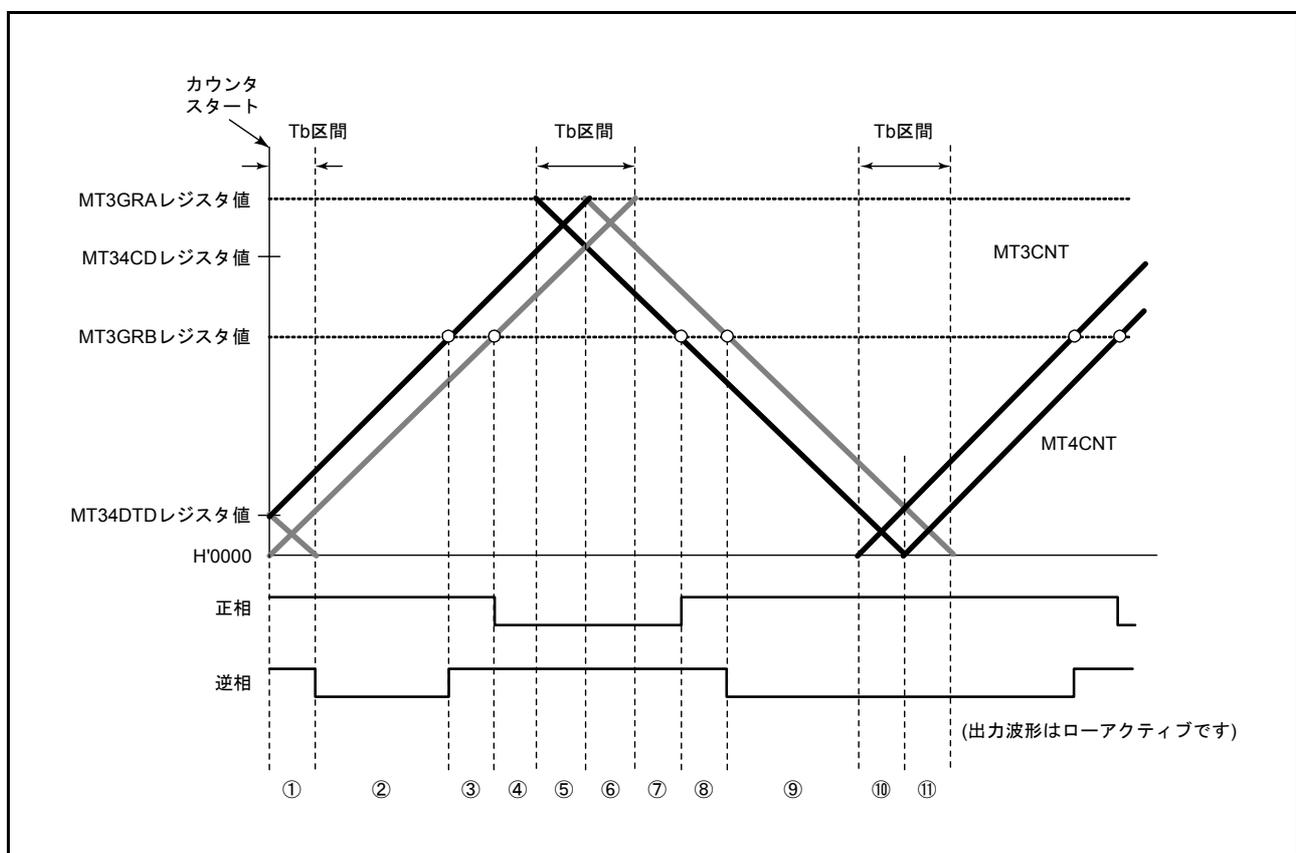
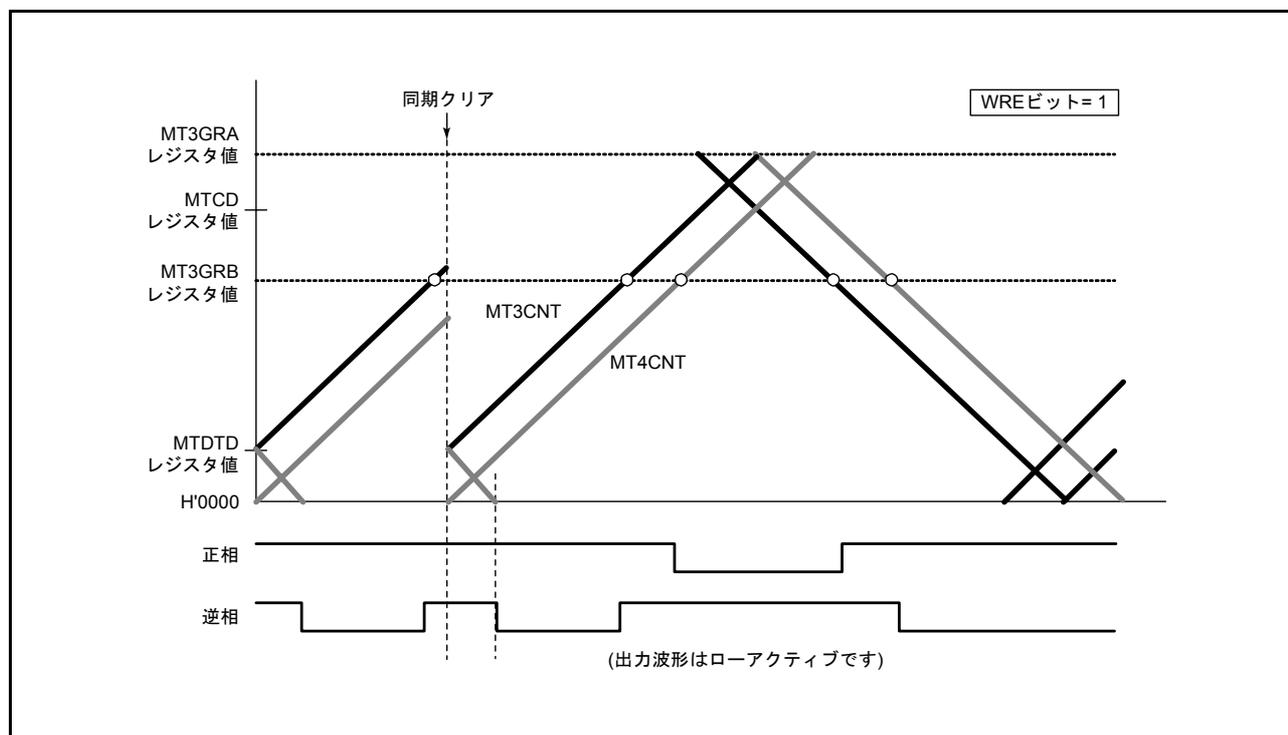
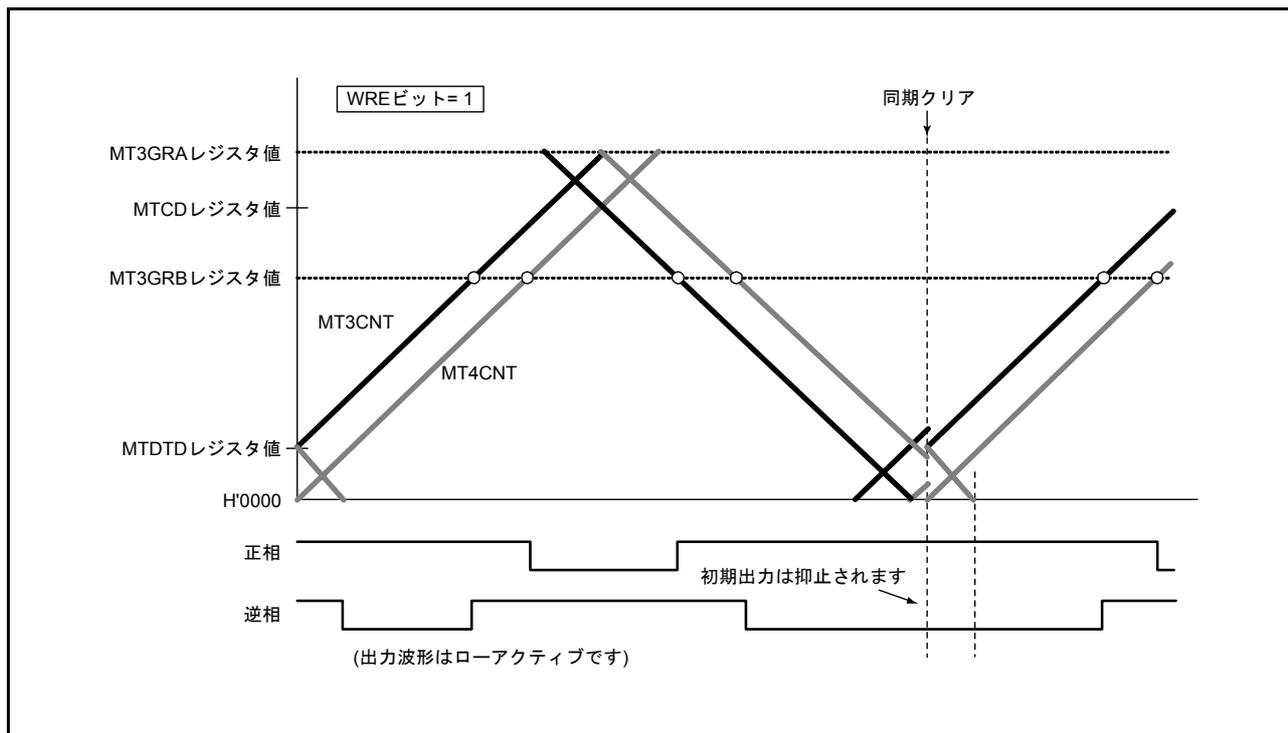
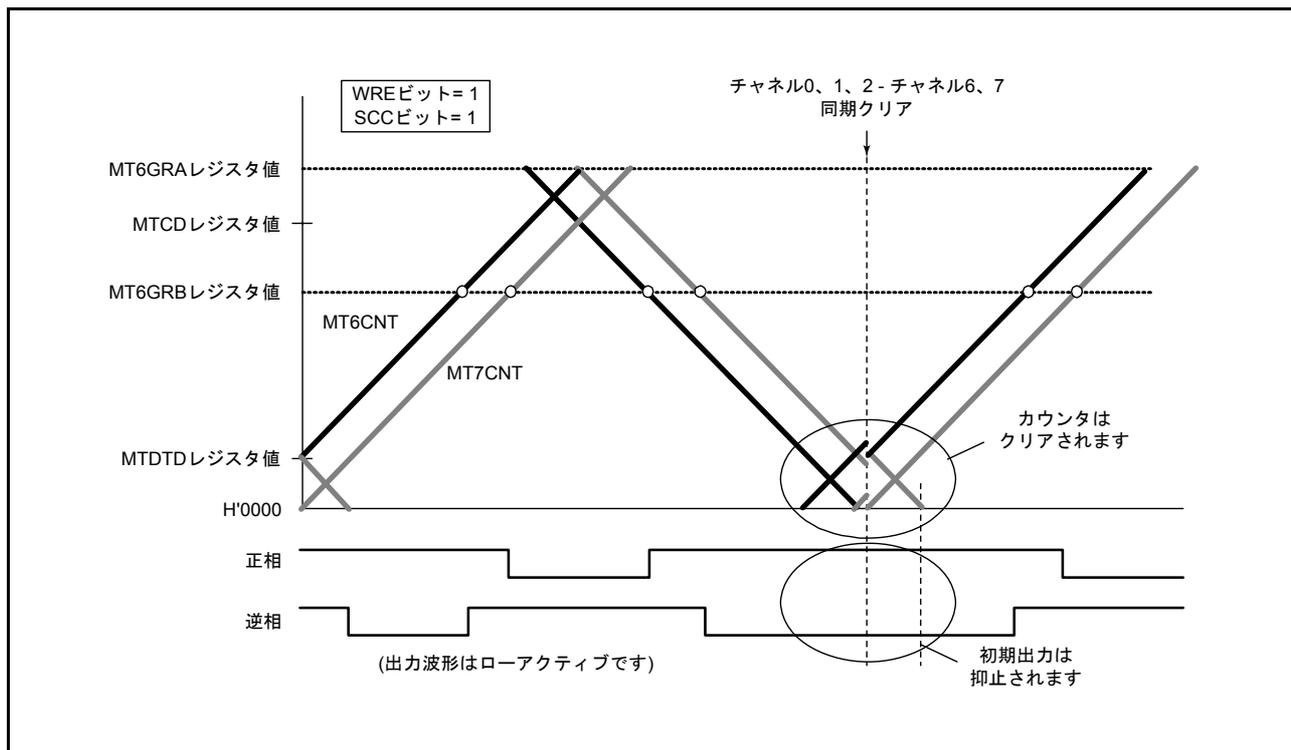

図 16.57 同期カウンタクリアタイミング (チャンネル 3、4)
図 16.59 アップカウント中のデッドタイム時に同期クリアが発生した場合
図 16.62 谷の Tb 区間で同期クリアが発生した場合
図 16.68 谷の Tb 区間で同期クリアが発生した場合
WRE ビットを“1”に設定することで初期出力を抑止することができるのは、同期クリアが図 16.57 の⑩、⑪のような谷の Tb 区間に入って来たときのみです。それ以外のタイミングで同期クリアが起こった場合は、MTOCR0 レジスタの OLS ビットで設定した初期値が出力されます。また、谷の Tb 区間であっても、図 16.57 の①で示すカウンタスタート直後の初期出力期間で同期クリアが起こった場合には、初期出力の抑止は行いません。
図 16.59～図 16.62 に、MT34WCR レジスタの WRE ビットを“1”に設定した状態でチャンネル 3、4 を相補 PWM 動作させ、同期カウンタクリアをした場合の動作例を示します。ここで、図 16.59～図 16.62 の同期カウンタクリアのタイミングは、それぞれ図 16.57 の③、⑥、⑧、⑪で示したタイミングです。
(図 16.57 のタイミング③、MT34WCR、MT67WCR レジスタの WRE ビット = 1)
(図 16.57 のタイミング⑥、MT34WCR、MT67WCR レジスタの WRE ビット = 1)
(図 16.57 のタイミング⑧、MT34WCR、MT67WCR レジスタの WRE ビット = 1)
(図 16.57 のタイミング①、MT34WCR、MT67WCR レジスタの WRE ビット = 1)
ここで、図 16.65 ~ 図 16.68 の同期カウンタクリアのタイミングは、それぞれ図 16.57 の③、⑥、⑧、⑪で示したタイミングです。また、この例ではチャンネル6、7のMT67WCRのWREビットは“1”に設定しています。
(図 16.57 のタイミング③、チャンネル6、7のMT67WCRレジスタのWREビット=1、SCCビット=1)
(図 16.57のタイミング⑥、チャンネル6,7のMT6WCRレジスタのWREビット=1,SCCビット=1)
(図 16.57のタイミング⑧、チャンネル6,7のMT6WCRレジスタのWREビット=1,SCCビット=1)
(図 16.57 のタイミング①、チャンネル6、7のMT6WCRレジスタのWREビット=1、SCCビット=1)